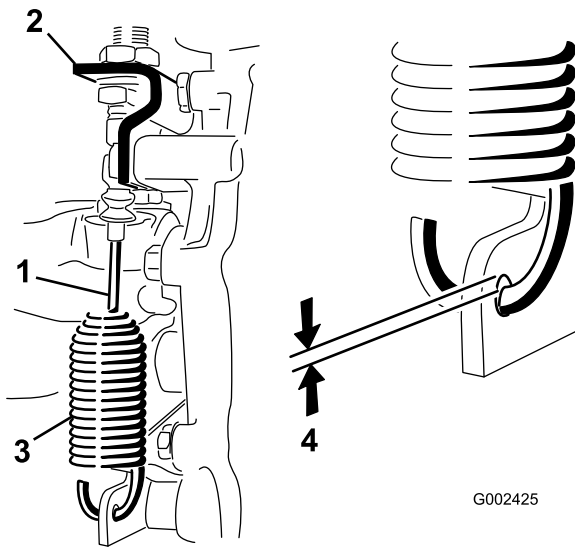

図 46
- デファレンシャルロックケーブルをトランスアクスルのブラケットに固定しているジャムナットをゆるめる 図 46。